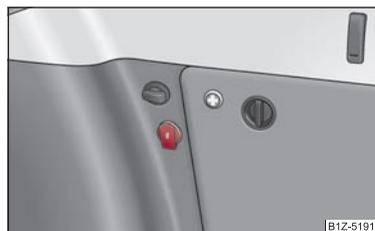

Fig. 87 Coffre à bagages: Prise de courant
- Ouvrez le cache de la prise de courant ⇒ fig. 87.